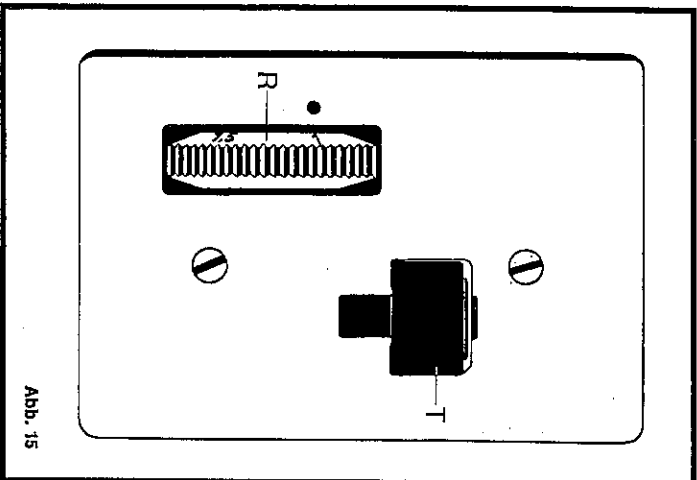

Abb. 15
Stichlängen-Einstellscheibe R (Abb. 15) zwischen ca. 0 und 0,5 stellen. Stichbreitenknopf (6) auf 5 stellen. Linkes Raupensymbol am Nutzstichknopf unter Punktmarkierung stellen.